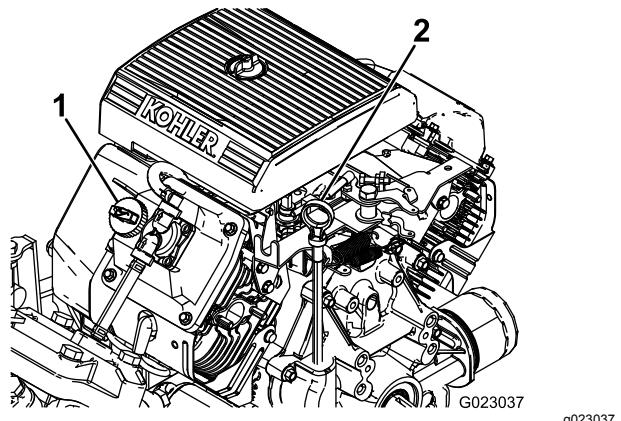

図 11
2. ディップスティックを抜ききれいなウェスで一度拭く**図 11**。
4. 油量が少なければバルブカバー**図 11**の上についている補給口を開け、ディップスティックの FULL マークまでオイルを補給するオイルの種類や粘度の選択についてはを参照 エンジンオイルについて\(ページ 45\)補給するときはディップスティックで確認しながら少量ずつ入れる入れすぎないよう注意してください